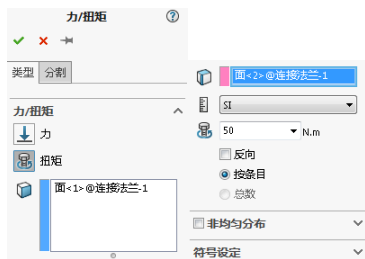

图 10-54 添加转矩操作
STEP 7 右键单击算例树中“外部载荷”项，在弹出的快捷菜单中选择“扭矩”菜单选项，选择模型外表面力矩的面（内表面为方向参照面），添加一转矩，如图 10-54 所示。